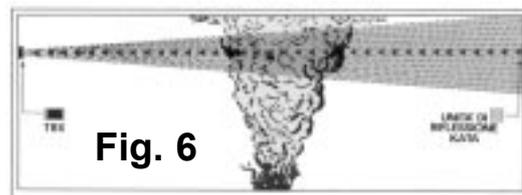

Fig. 6
Il proiettore infrarosso emette un cono di luce che partendo dall'ottica del trasmettitore di 18 mm si apre fino a raggiungere la parete di fronte (fig. 6). La base del cono di luce deve quindi poter investire con abbondante intensità il riflettore posto sulla parete opposta così come indicato in Fig. 7. Nessuna riflessione può evidentemente conseguirsi se il riflettore è posto come rappresentato in Fig. 8.
- A. Posizionare l'unità TRX dal 3% al 13% dell'altezza dello stabile da proteggere dal colmo del soffitto, secondo le caratteristiche dello stabile, fissando il rilevatore stabilmente alla parete. La parete deve essere fissa e priva di vibrazioni e l'unità TRX non deve avere luce solare in direzione del ricevitore. Vedere Fig. 6.